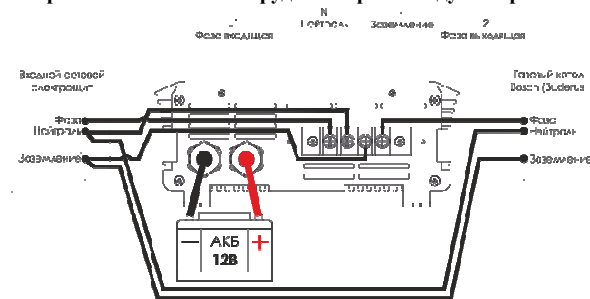

Рис.2
- подключение котла к нейтрали и заземлению должно осуществляться непосредственно в вводном сетевом электрощите, с помощью отдельного кабеля сечением не менее 1,5 мм2, подключение к кабелю иных нагрузок кроме котла не допускается, см. Рис.2;
- шина нейтрали в вводном сетевом электрощите должна иметь надежное соединение с шиной заземления, см. Рис.2.